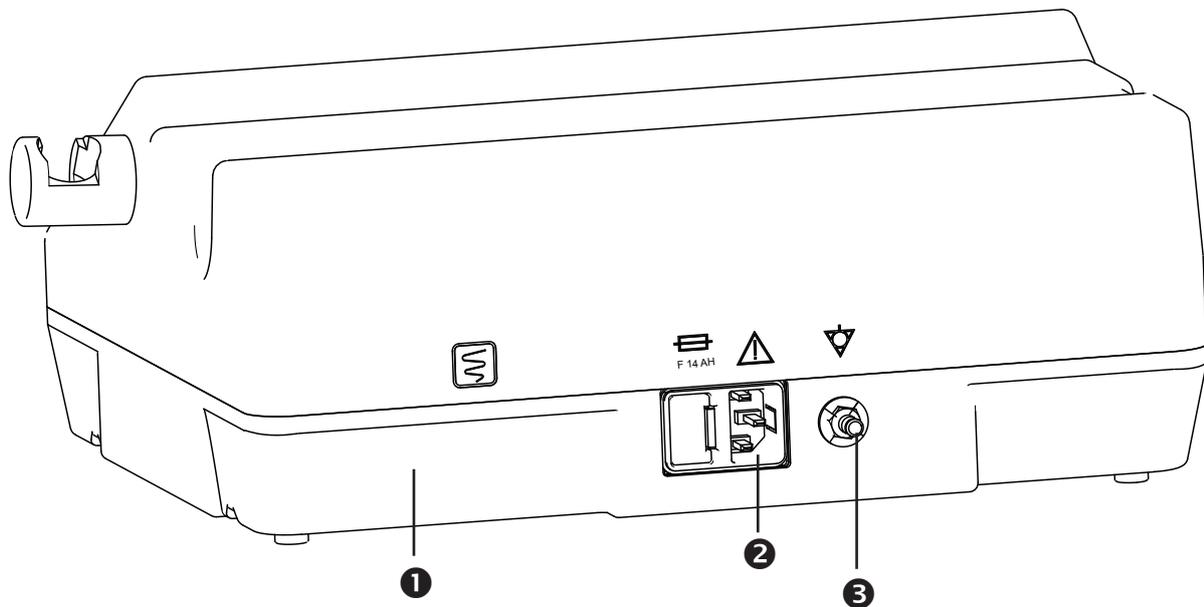

Bild 2. Rückansicht
- Verbinden Sie das Netzkabel mit dem Netzanschluss (⚡, Bild 2).
- Anschluss für Potentialausgleich (⚡, Bild 2). Anschlusskabel bei ATMOS erhältlich (siehe Kapitel 8.0).